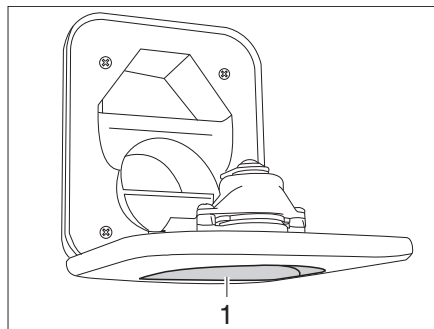

Fig. 275 Bec de remplissage d'eau fraîche pour les toilettes
- Ouvrir le bec de remplissage d'eau fraîche pour les toilettes (Fig. 275,1) au-dessus du portillon de la cassette Thetford et le faire pivoter vers le bas.